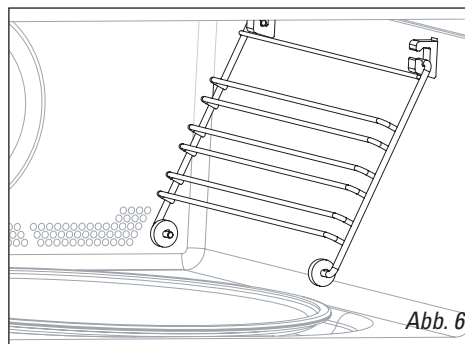

Abb. 6
- **Die Seitengitter (Abb. 6).** Auf den 2 Fächern mit Haken kann das Zubehör auf 3 Ebenen benutzt werden.